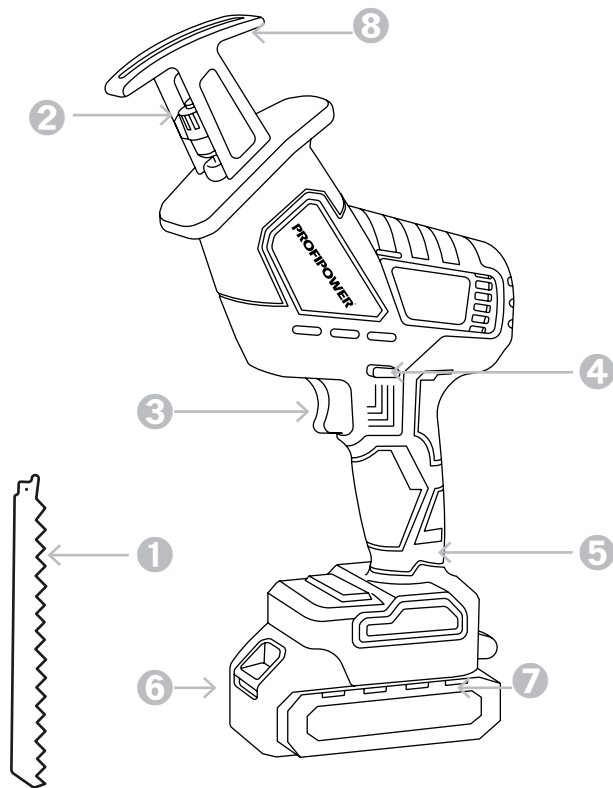
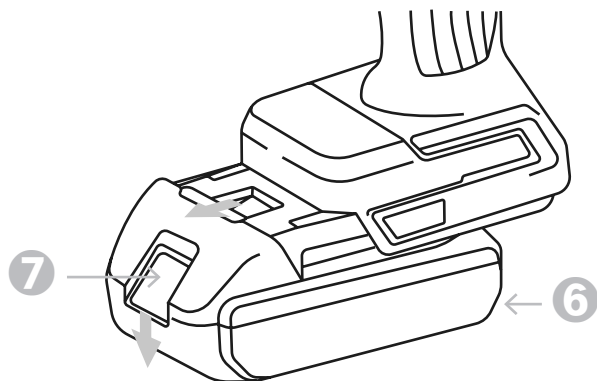

Рисунок 1.1. Устройство инструмента
Рисунок 2.1.1. Установка и снятие аккумуляторного блока
**ВНИМАНИЕ!** Перед установкой аккумуляторного блока в инструмент обязательно убедитесь, что его выключатель «4» (рисунок 1.1) нормально работает и возвращается в положение (ВЫКЛ.) при отпускании. Для снятия аккумуляторного блока «7» нажмите кнопку «6» (рисунок 2.1.1.) извлеките блок. Для установки аккумуляторного блока совместите паз блока с выступом в корпусе и задвиньте его до упора так, чтобы он зафиксировался.
Включайте инструмент только тогда, когда собираетесь работать с ним. Убедитесь, что напряжение источника питания соответствует данным на заводской табличке инструмента. Прижмите блокиратор включения «5» (рисунок 1.1.) влево. Чтобы включить электроинструмент, нажмите на выключатель «4» и держите его нажатым. Для выключения электроинструмента отпустите выключатель «4». Затем снова прижмите блокиратор включения «5» вправо. В целях экономии электроэнергии включайте электроинструмент только тогда, когда Вы собираетесь работать с ним.